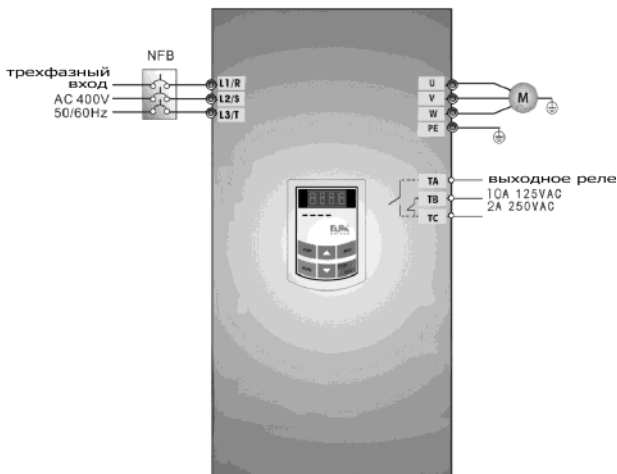

Рис. 5-1 Схема подключения 1
- (1) Подключите провода в соответствии с рис. 5-1. После проверки проводки включите инвертор.
- (2) Нажмите клавишу "Fun" для входа в меню программирования.
- (3) Измерьте параметры мотора
- (2) Нажмите клавишу “Fun” для входа в меню программирования.
- (3) Измерьте параметры мотора: порядок действий точно такой же как в примере 1.
- (4) Установите параметры инвертора: